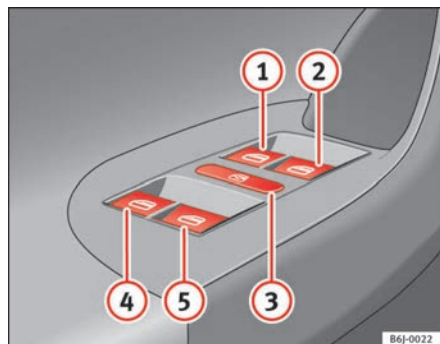

Abb. 48 Ausschnitt aus der Fahrertür: Schalter für die Fenster vorne und hinten
Die Tasten ⇒ Seite 90, Abb. 48 ①, ②, ④ und ⑤ haben zwei Stufen zum Öffnen und zwei zum Schließen des Fensters. Dadurch